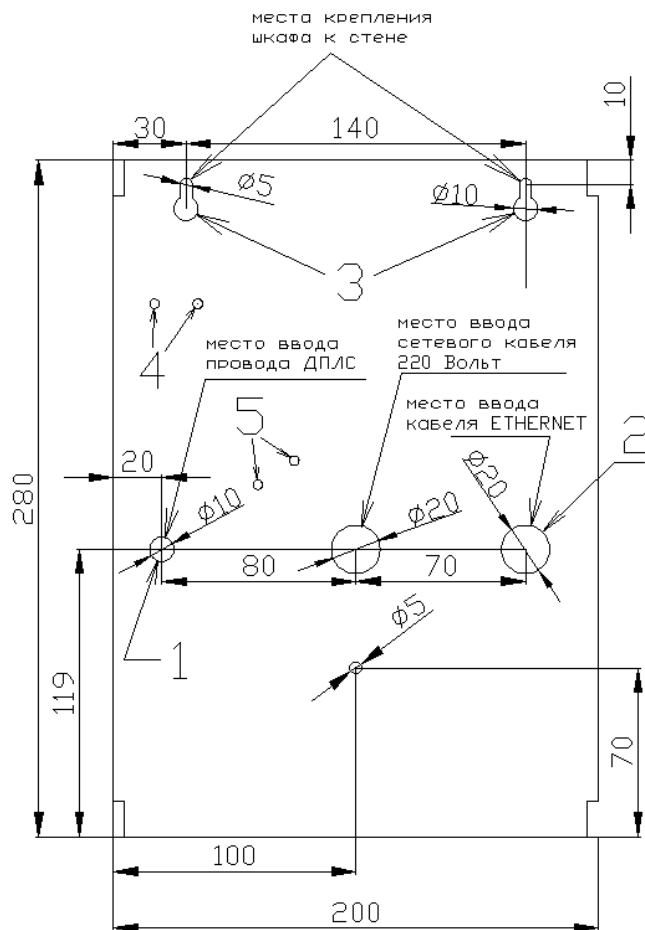
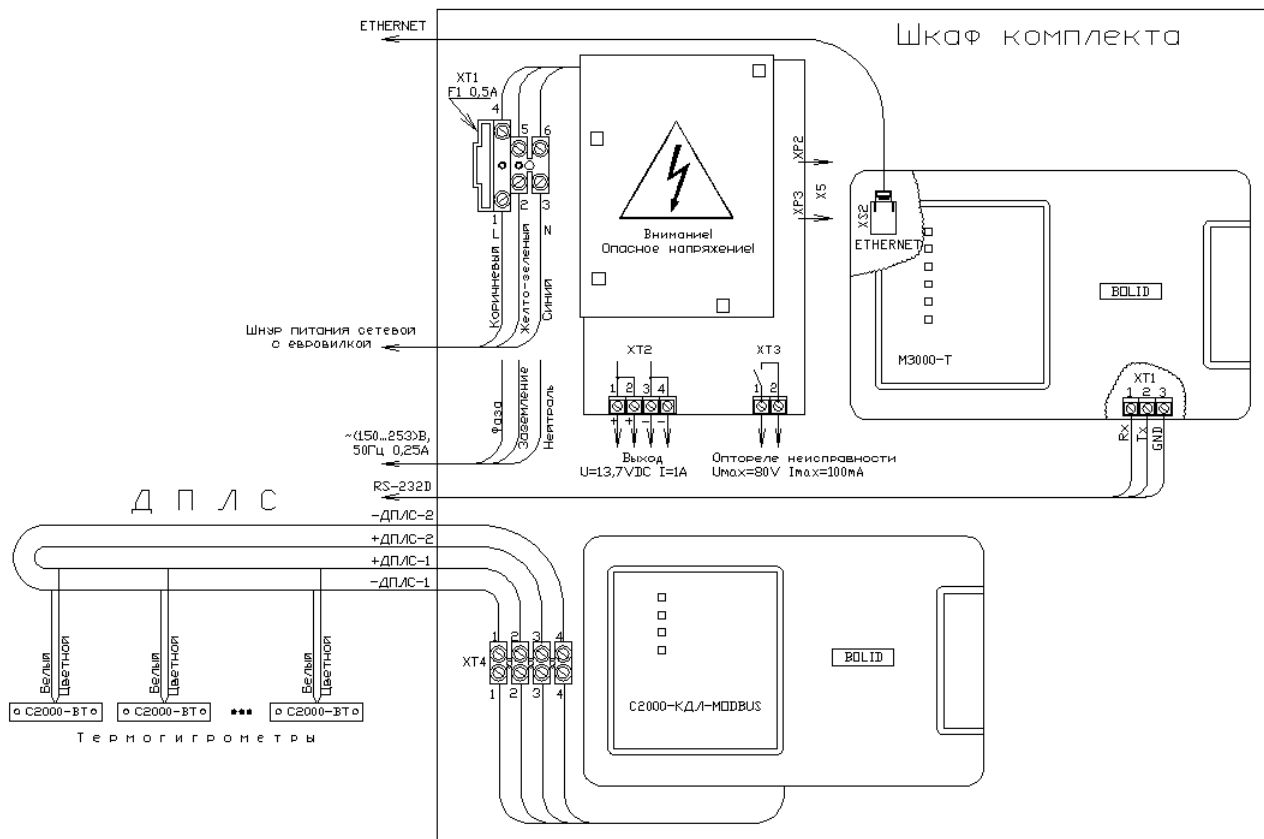

Рис.1. Габаритно-установочные размеры комплекта
Рис.2. Схема подключения комплекта КВТ
- установить втулки из ЗИП в отверстия для подвода проводов ETHERNET (Рис.2: поз.2) и ДПЛС (Рис.1: поз. 1); (втулка для ввода сетевого кабеля 220 Вольт установлена на заводе-изготовителе);
- завести в отверстия для провода проводов с установленными в них втулками и зафиксировать подручными средствами провода ДПЛС (Рис.2: поз.1); кабель ETHERNET (Рис.2: поз.2) и сетевой кабель (если это необходимо См. п. 4.3 настоящего Руководства).
- в заранее просверленные в стене два горизонтальных отверстия, отстоящих друг от друга на расстоянии 140 мм (См. Рис. 1) установить дюбели 8X40 S 80 (входят в комплект поставки);
- вставить основание шкафа местами крепления (См. Рис. 1 поз.3) в шурупы и опустить вниз до упора.
4.3.1 Коричневый, жёлто-зелёный и синий провода шнура питания с евровилкой отключаются от разъёма XT1. Фиксирующая нейлоновая стяжка, заведённая через монтажные отверстия в плате (Рис. 1, поз. 4), перекусывается и шнур демонтируется. Монтаж силового кабеля производится через то же отверстие в основании шкафа, через которое был заведён ранее демонтированный шнур и фиксируется, если в этом есть необходимость, нейлоновой стяжкой (в комплект поставки не входит).
4.3.6 Зафиксировать кабель через монтажные отверстия (Рис. 1, поз. 5) нейлоновой стяжкой, входящей в комплект поставки;
4.3.7 Подключение датчиков температуры и влажности производится на объекте с учётом полярности, толщины и типа провода и уровнем электромагнитных помех. Для повышения живучести ДПЛС можно применить блоки разветвительно-изолирующие (БРИЗ), которые позволят отключать короткозамкнутые участки цепи (на схеме не показаны, в комплект поставки не входят, приобретаются отдельно). На Рис.2 показано кольцевое подключение ДПЛС с одновременным использованием ДПЛС1 и ДПЛС2. Допускается и раздельное использование ДПЛС1 или ДПЛС2 также как и различные другие варианты топологии сети. Более подробно особенности подключения ДПЛС к контроллеру изложены в Руководстве